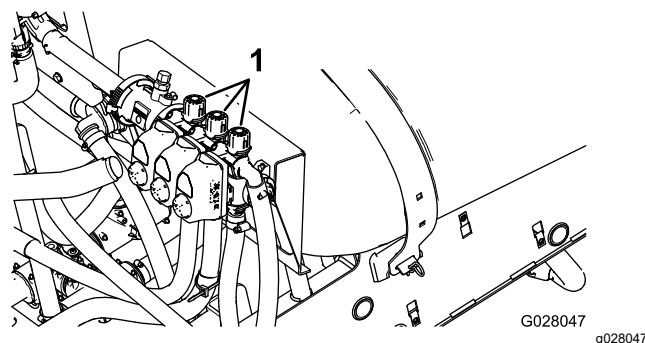

Рисунок 21
2. Выключите левую стрелу и с помощью регулировочной ручки перепуска секции (Рисунок 21) установите давление на предварительно отрегулированный уровень (обычно 2,75 бара).
4. С помощью регулировочной ручки перепуска правой секции (Рисунок 21) установите давление на предварительно отрегулированный уровень (обычно 2,75 бара).
6. С помощью регулировочной ручки перепуска средней секции (Рисунок 21) установите давление на предварительно отрегулированный уровень (обычно 2,75 бара).